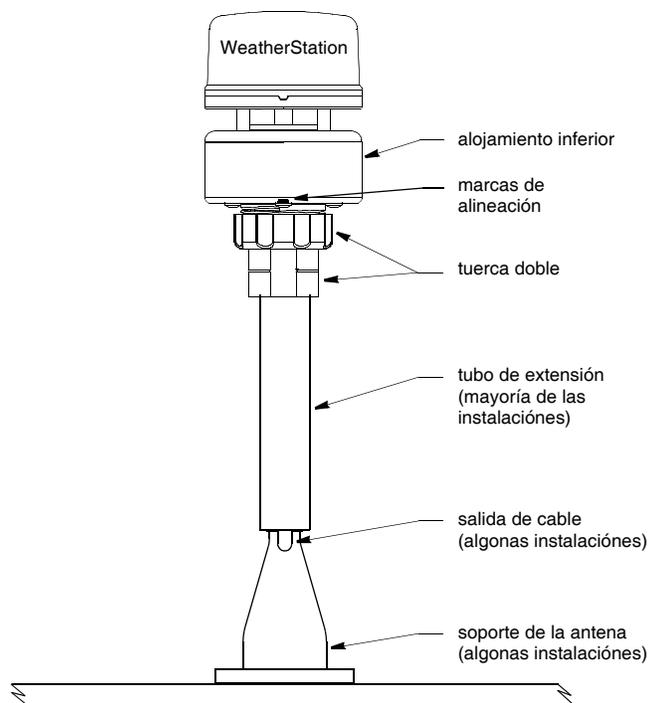

Figura 4. Instalación (modelo que se muestra: 150WX)
2. Coloque el soporte de la antena en un ángulo de 90° al plano de flotación. Si es necesario, utilice cuñas para nivelar la superficie de montaje (figura 4).
6. Si lo desea, enrosque el tubo de extensión en el soporte de la antena (figura 4).
4. Para obtener una medida correcta de la dirección del viento, asegúrese de situar las marcas de alineación del WeatherStation Instrument de forma correcta. Sujete el alojamiento inferior del WeatherStation Instrument debajo de la placa reflectora y manténgalo en la posición adecuada (figura 4).
2. Pele 60 mm (2-1/2") del forro exterior y del blindaje del extremo cortado del cable (figura 4).